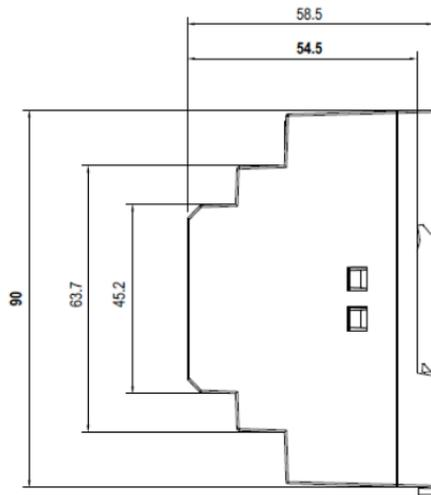

fig. 1a
- Contenitore: 3 moduli DIN (52,5 l x 90 h x 58,5 p) mm (vedi fig. 1a)
- Enclosure: 3 modules DIN (52,5 l x 90 h x 58,5 p) mm (fig. 1a)